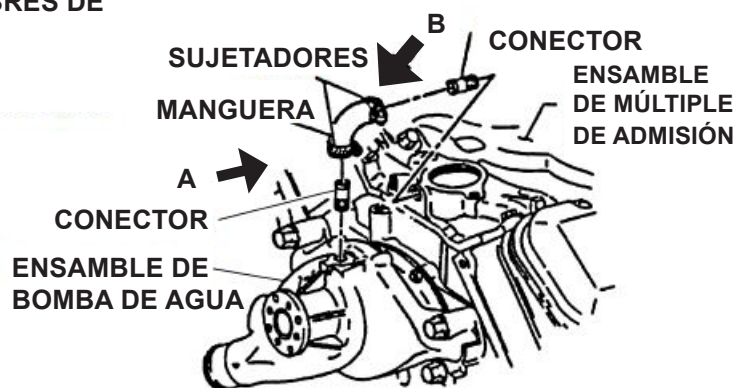

FIGURA 20
2. Recubra las roscas de los conectores de derivación térmica con sellador de rosca. Instale los conectores dentro de la parte superior de la bomba de refrigerante y el frente del múltiple de admisión. Vea la Figura 20. Apriete los conectores a 25 pies lb.
3. Corte la manguera de derivación térmica a la longitud deseada usando un cuchillo utilitario filoso. Coloque abrazaderas de manguera sobre ambos extremos de la manguera. Instale la manguera sobre los conectores y apriete las abrazaderas de manguera. Apriete las abrazaderas a 35 pulg. lb. Observe las Vistas A y B en la Figura 20 respecto a la alineación de las abrazaderas de manguera.